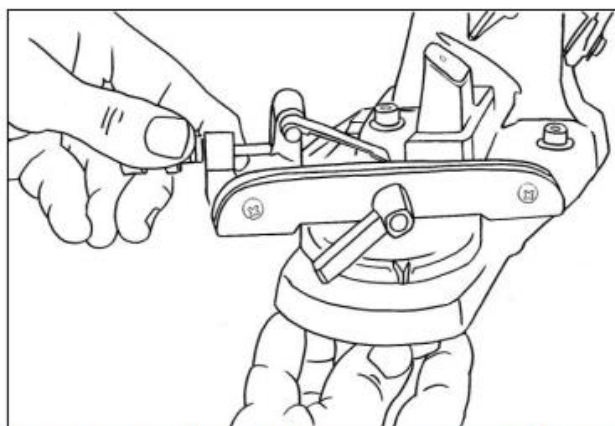

Рис.4 Установка рабочего стола на основание
• С помощью крепежной гайки, закрепите рабочий стол на основании (рис.4).